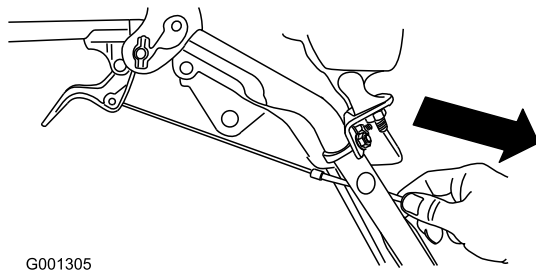

Рисунок 9
4. Аккуратно потяните оболочку троса так, чтобы рычаг муфты свободного хода опустился вниз и провисание троса было ликвидировано, затем надежно затяните гайку зажима троса (Рисунок 9).